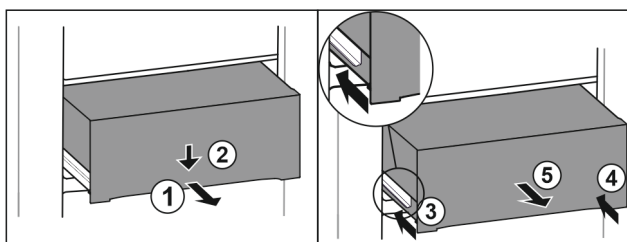

Fig. 115
- ▶ 将抽屉拉出一半。 Fig. 115 (1)
- ▶ 朝下按压正面的抽屉。 Fig. 115 (2)
- ▶ 将左侧轨道推入大约 2 cm。 Fig. 115 (3)
- ▶ 将右侧轨道推入大约 2 cm。 Fig. 115 (4)
- ▶ 朝前取出抽屉。 Fig. 115 (5)